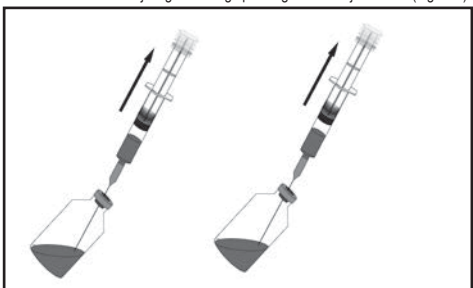

Figura 8.
2.1 Extraiga el fármaco con dos agujas de carga de 60 ml, 37,5 ml de fármaco en cada jeringa (75 mg en total). Deje una burbuja de aire pequeña (1 ml o menos) en cada una de las jeringas de carga para lograr una mejor mezcla (Figura 8).